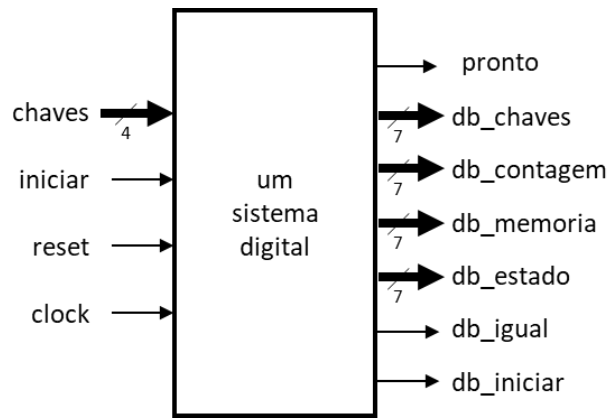

Figura 1: Diagrama de Blocos da Interface Externa de Sinais do Circuito para a Atividade 1
- a) Considere um sistema digital simples com a interface externa de sinais conforme diagrama de blocos da Figura 1. As saídas `db_chaves`, `db_contagem`, `db_memoria` e `db_estado` devem ser apresentadas em *displays* de 7 segmentos da placa FPGA. O **funcionamento deste sistema digital** deve seguir a descrição subsequente:
O funcionamento do sistema digital da Figura 1 pode ser descrito pelo **pseudocódigo** da Figura 2.